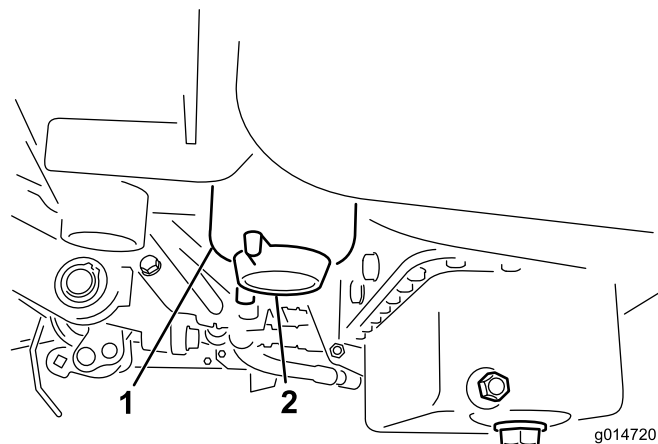

Figura 50
2. Pulite la superficie circostante la scatola del filtro (Figura 50).
4. Aprite il tappo di spurgo del filtro (Figura 50).